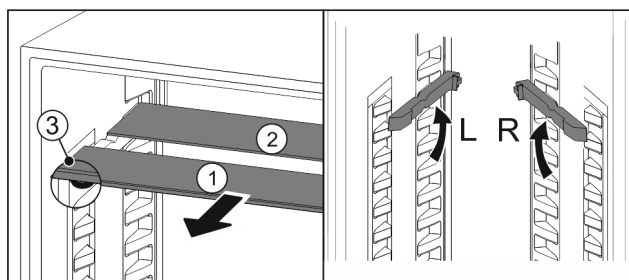

Fig. 105
- Træk glaspladerne ud enkeltvis fremad Fig. 105 (1).
- ▶ Glaspladen Fig. 105 (1) med pyntelisten ligger foran.
- ▶ Stoppene Fig. 105 (3) peger nedad.